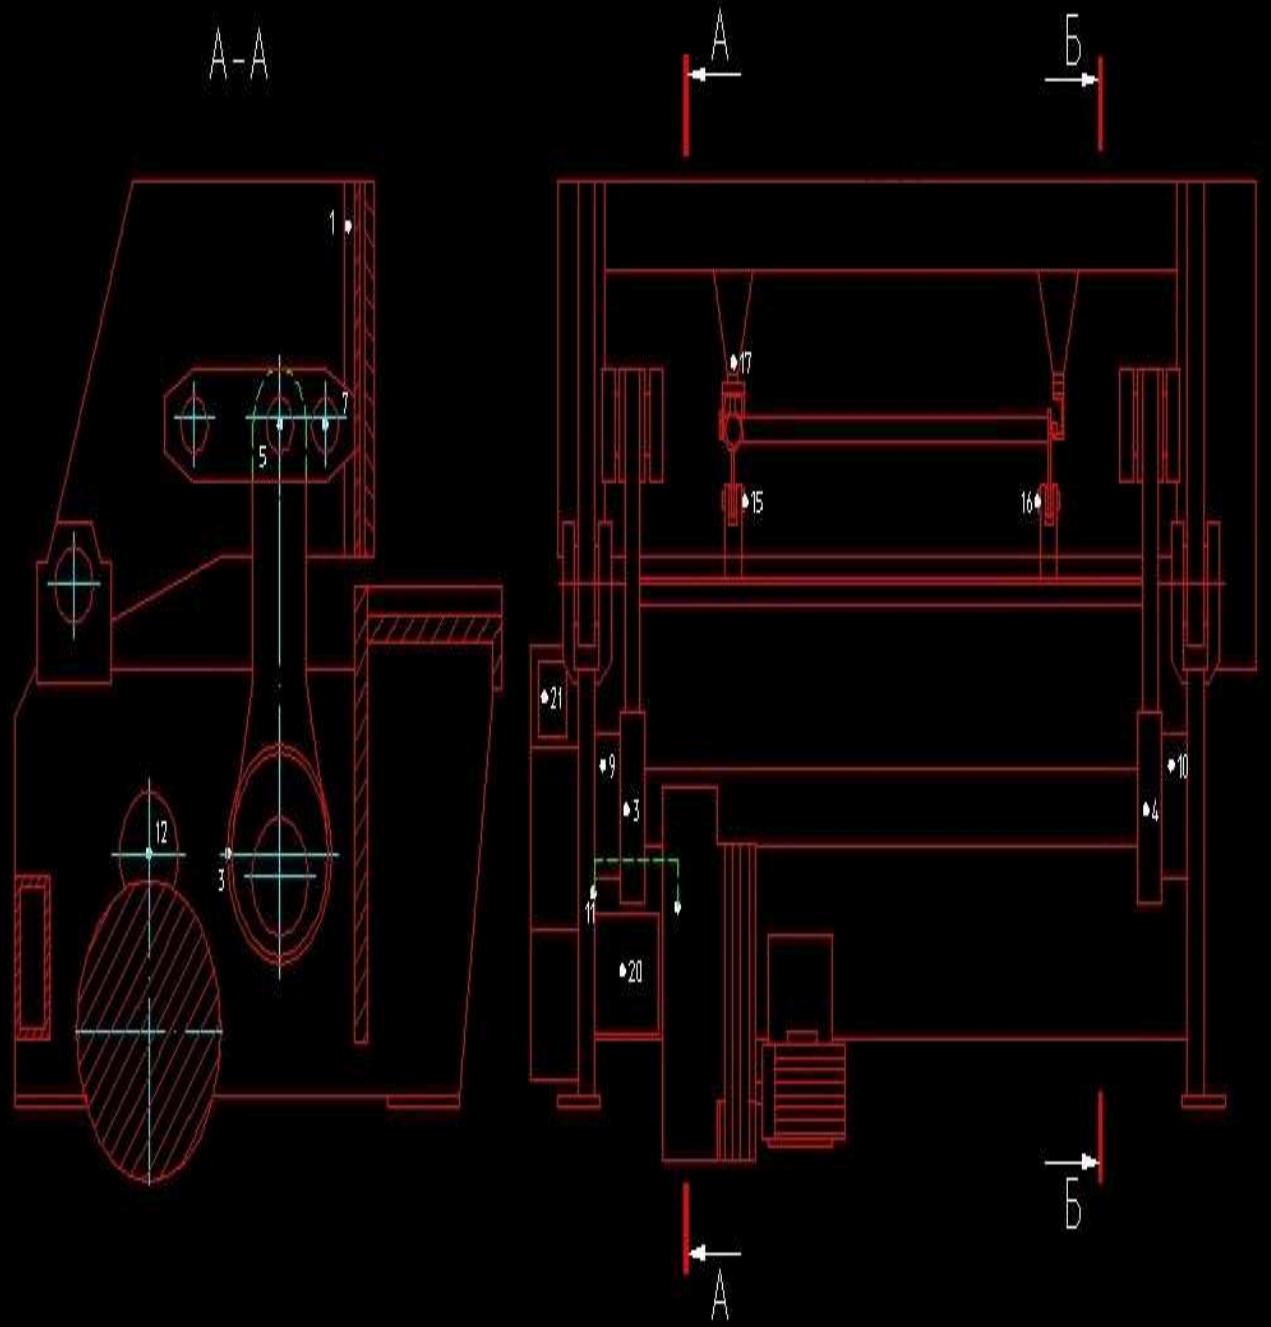

Рис.14. Схема смазки
1.6.2 Схема смазки показана на рис. 14, 15